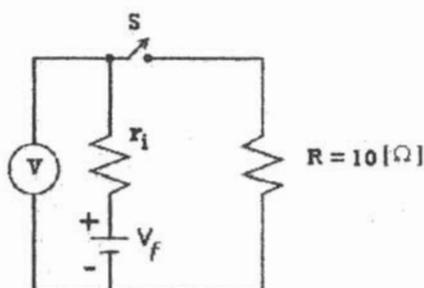

Figura 2.21.
- d) Arme el circuito de la figura 2.21
- g) Cambie la pila nueva por la pila usada y la resistencia de 10Ω por la resistencia de 100Ω en el circuito de la figura 2.21.
6. ¿Qué lectura registro el volmetro en el circuito de la figura 2.21 en el inciso f?
9. ¿Qué lecturas registró el voltímetro figura 2.21 con la pila usada en el inciso i?